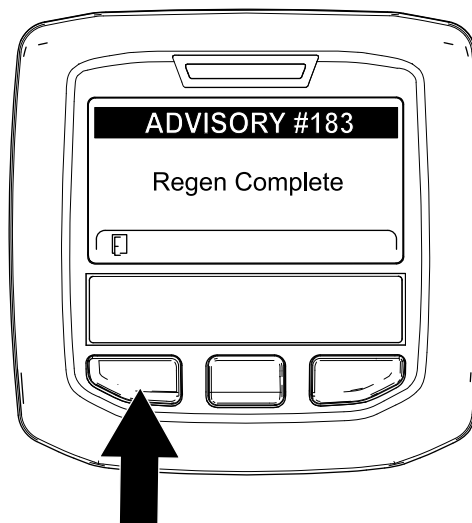

Рисунок 67
9. Когда компьютер двигателя завершает процесс стационарной или восстановительной регенерации, на дисплее инфо-центра появляется ИНФОРМАЦИОННОЕ СООБЩЕНИЕ № 183 (Рисунок 67). Для перехода на главный экран нажмите левую кнопку.
**Примечание:** Если регенерацию не удалось завершить, на дисплее инфо-центра появляется информационное сообщение № 184 (Рисунок 67). Для перехода на главный экран нажмите левую кнопку.